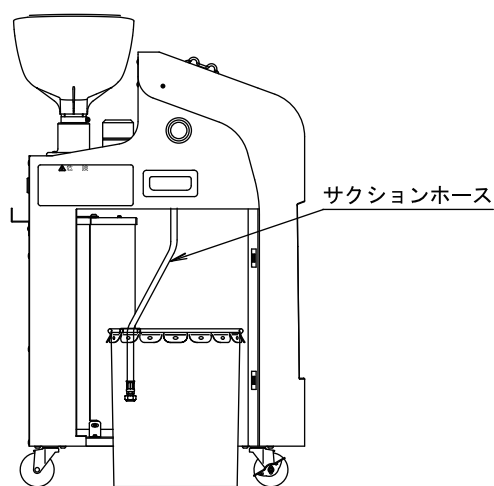

Fig.2.1
- 1) 側面の扉を開けてサクシオンホースを取出して新油缶に差込んでください。(Fig.2.1)